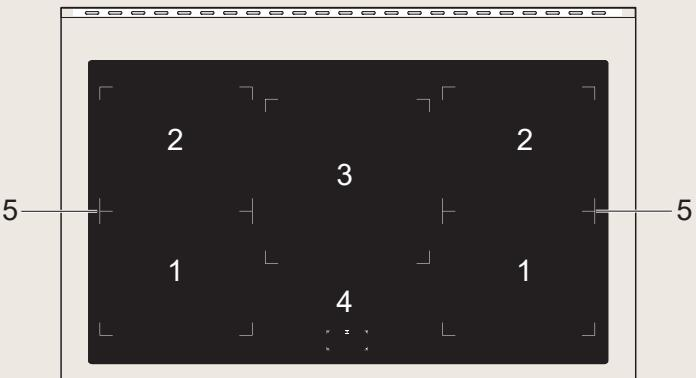

Afb. 2.5
- \* Verbind de aansluitingen met klemhouder "F" (afb. 2.2- 2.3- 2.4) volgens het schema in afb. 2.5.
- \* Sluit de fase-, nul- en aardedraden aan op het aansluitblok "G" volgens het schema in afb. 2.5.